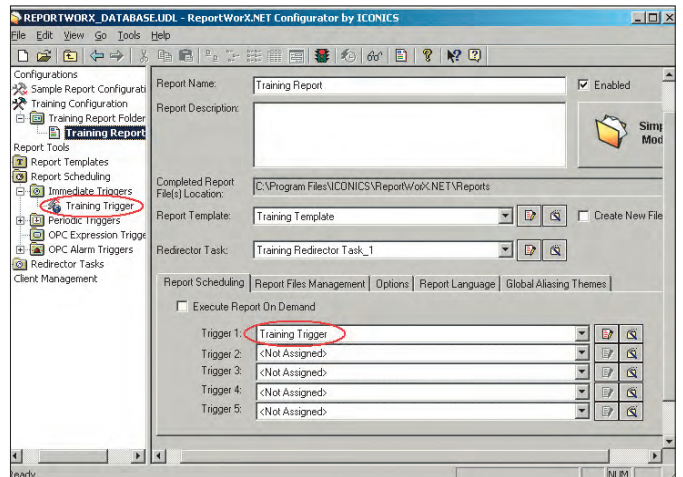

Рис. 32. Конфигурирование отчёта: добавлен триггер
- Нажмите кнопку **Finish** для завершения работы **Мастера триггеров**. После этого можно видеть новый триггер в списке, как показано на рис. 32.